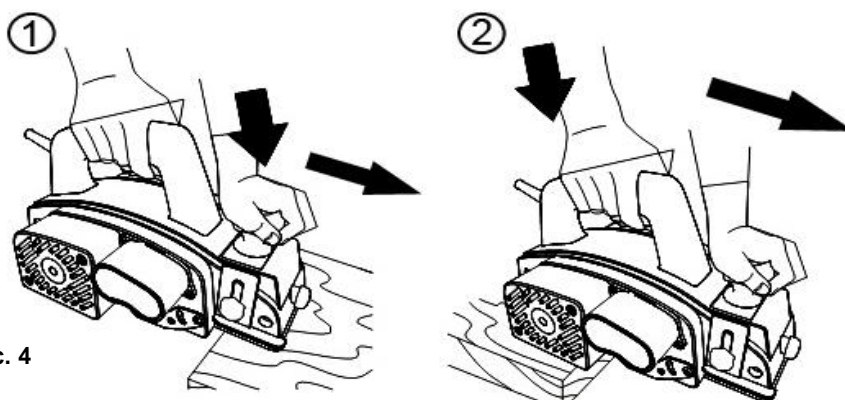

Рис. 4
- Медленно и равномерно перемещайте рубанок вперед. При начале строгания приложите давление на переднюю часть рубанка, при окончании – на заднюю часть (См. Рис.4).